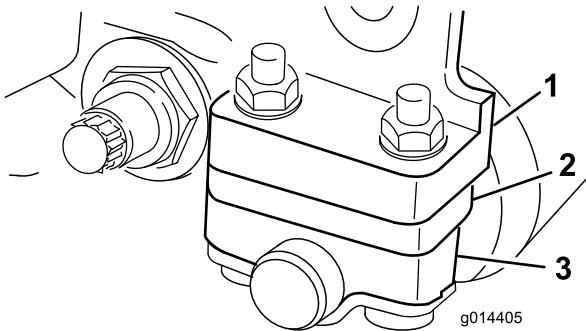

Figure 13
1. Réglez les supports du rouleau arrière (Figure 12 ou Figure 13) à la position supérieure ou inférieure selon la plage de hauteur de coupe voulue. Placez l'entretoise au-dessus de la bride de fixation de la plaque latérale (réglage d'usine) lorsque les hauteurs de coupe sont comprises entre 1,6 et 6,4 mm (Figure 12).
Placez l'entretoise en-dessous de la bride de fixation de la plaque latérale lorsque les hauteurs de coupe sont comprises entre 3 et 25 mm (Figure 13).